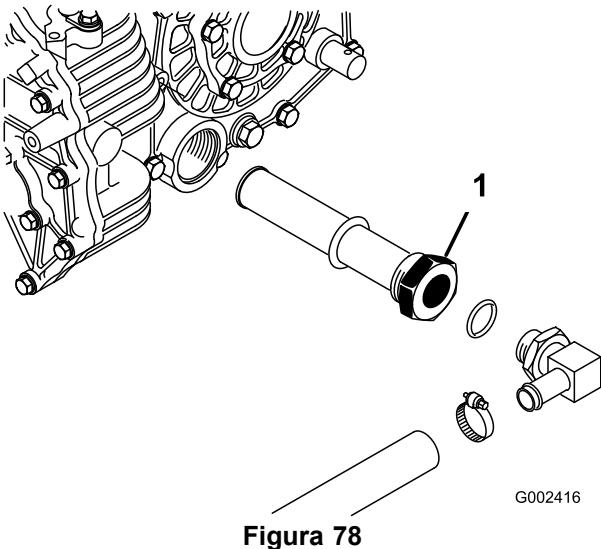

Figura 78
3. Observe la orientación del tubo hidráulico y del codo de 90° conectado al filtro en el lateral del depósito (Figura 78). Retire el tubo hidráulico y el codo de 90°.